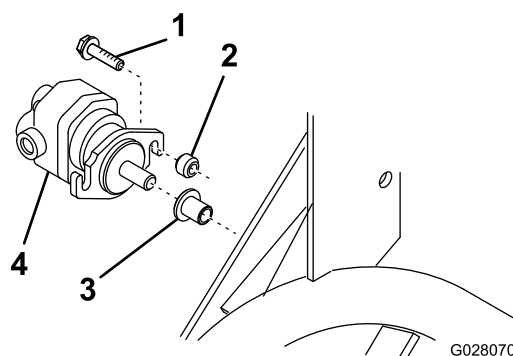

Figure 11
- B. Insérez l'arbre cannelé du moteur de cylindre dans le tube de rangement sur le cadre (Figure 11).
- C. Utilisez la bride du moteur de cylindre pour vous aider à la positionner comme montré à la Figure 11, puis percez un trou de 8,75 mm de diamètre sur la ligne tracée à l'opération A.